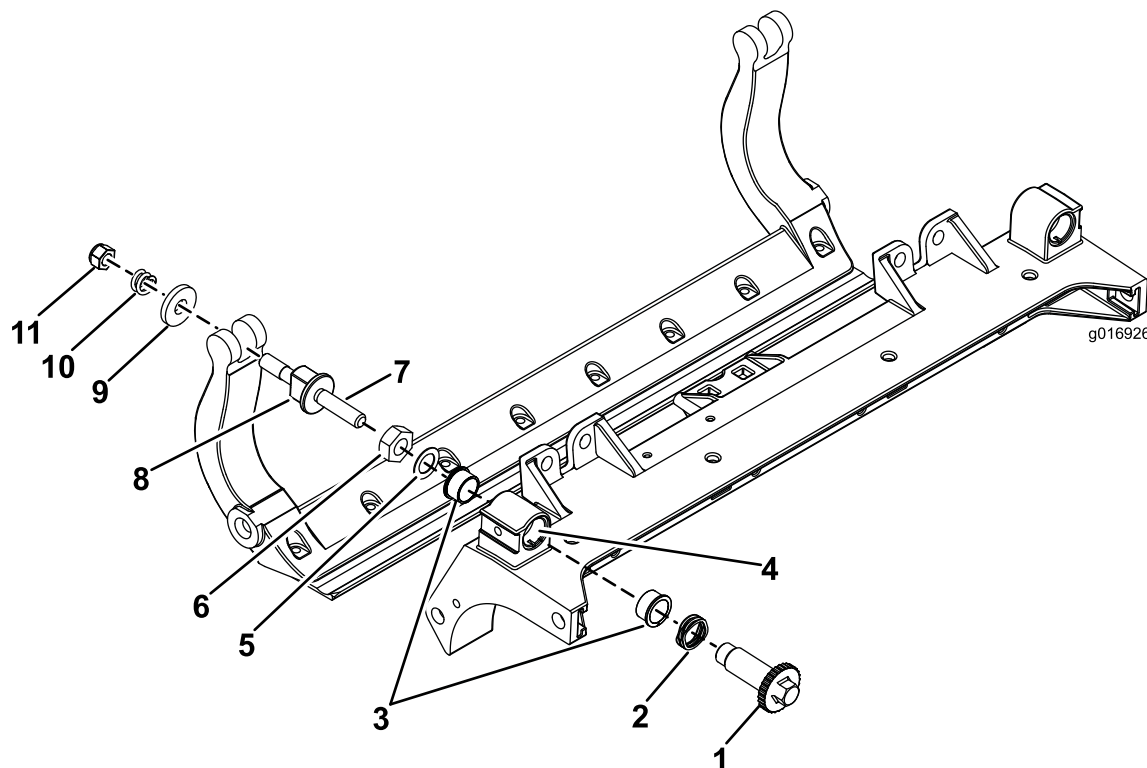

Figura 36
1. Rimuovete tutti i componenti (fate riferimento alle *Istruzioni per l'installazione* del kit DPA HD (Modello N. 120-7230) e a Figura 36).
2. Applicate del lubrificante antigrippaggio all'interno dell'elemento in cui vanno montate le boccole, sul telaio portante dell'apparato di taglio (Figura 36).
3. Allineate le chiavette sulle boccole flangiate alle scanalature sul telaio e montate le boccole (Figura 36).
4. Montate una rondella ondulata sull'albero del dispositivo di regolazione e inserite l'albero all'interno delle boccole flangiate sul telaio dell'apparato di taglio (Figura 36).
5. Fissate l'albero del dispositivo di regolazione con una rondella piana e un dado di bloccaggio (Figura 36). Serrate il dado di bloccaggio a un valore compreso tra 20 e 27 N·m.
Posizionate una rondella in acciaio all'esterno di ciascuna rondella in nylon (Figura 36).
11. Serrate il dado su ciascun gruppo di regolazione della barra di appoggio fino a comprimere completamente la molla di compressione, quindi allentate il dado di 1/2 giro (Figura 36).